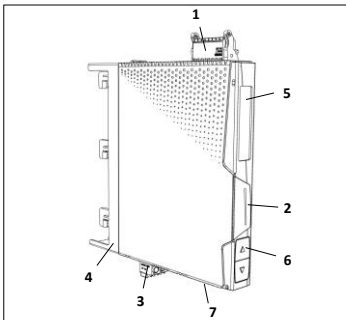

Bild 1
4. Bedien- und Anzeigeelemente (Bild 1)